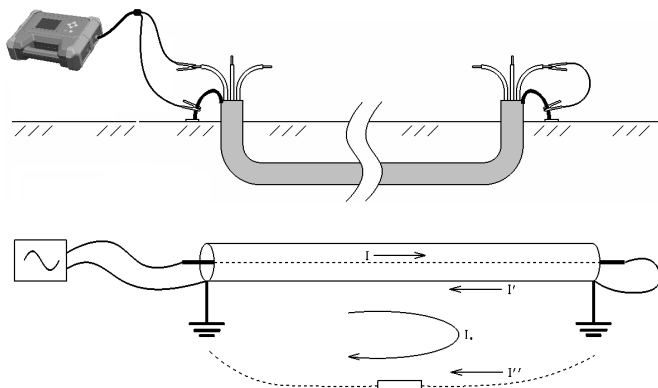
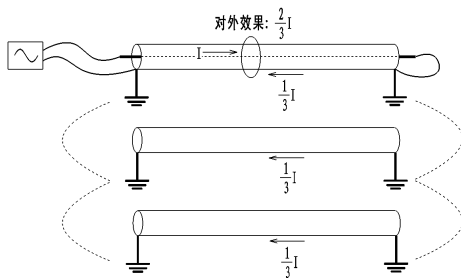

图 3-1-3 相线 - 护层接法
图 3-1-4 并行电缆的分流效果
- 示例①：三条电缆同路径（包括目标电缆），测量结果为：目标电缆电流为 I ，相位在 0° 附近，提示识别正确；两条邻线电流分别为 $I/2$ ，相位在 180° 附近，提示识别错误（可参见图 3-1-4 并行电缆的分流效果）。
- 示例②：两条电缆同路径（包括目标电缆），测量结果为：目标电缆电流为 I ，相位在 0° 附近，提示识别正确；另一条邻线电流也为 I ，相位在 180° 附近，提示识别错误。这种情况因为电流强度基本相同，只能靠相位区分，更需要特别注意卡钳方向。
- 示例③：其他并行电缆与目标电缆的路径不同（一般为末端在不同位置），测量结果为：目标电缆电流为 I ，但数值远较发射机注入值小，相位在 0° 附近，提示识别正确；邻线电流接近 0，相位接近 180° 或不稳定，提示识别错误（可参见图 3-1-3 相线 - 护层接法）。